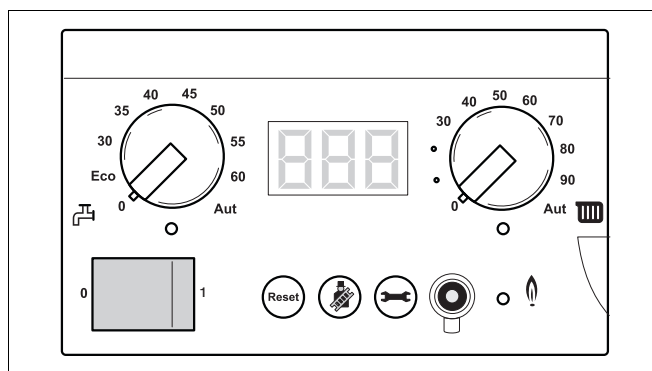

Bild 74 Koppla värmeanläggningen spänningslös
- Koppla värmeanläggningen spänningslös (bild 74).